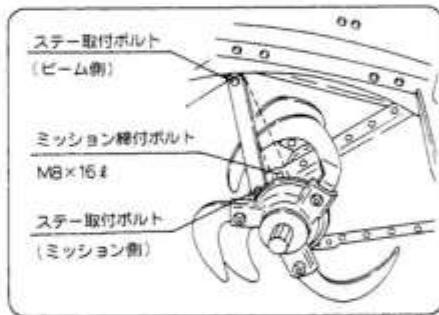

図57
- ② ステー取付ボルト(ビーム側)をゆるめてください。(図57)
- ③ ステー取付ボルト(ミッション側)のボルトを取外してください。(図57)
- ④ ミッション締付ボルト(M8×16ℓ)を外してください。(図57)